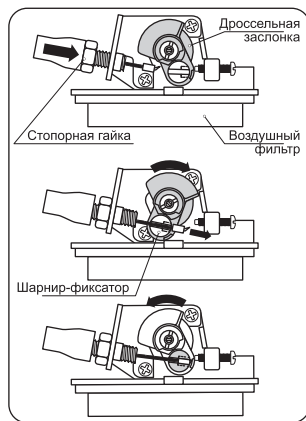

Рис. 6
- Подсоедините трос к двигателю и вставьте его конец в шарнир дроссельной заслонки (Рис.6).